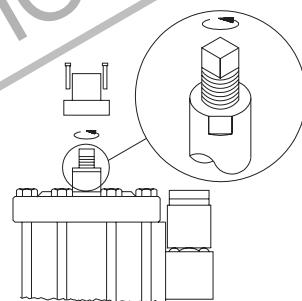

Fig. 8
In case of power loss the GPS valve will close (NC). The valves without forced closing device can be opened by hand, if the cap is removed and the spindle is turned anti-clockwise. To close the valve, turn the spindle clockwise. The spindle must be screwed to the lowest possible position during normal operation (fig. 8).
Spindlen skal være skruet i lavest mulige position under normal drift (fig. 8).
Beim Stromausfall schließt das GPS Ventil (NC). Die Ventile ohne Zwangsverschluß können manuell geöffnet werden, indem die Kappe entfernt und die Spindel entgegen dem Uhrzeigersinn gedreht wird. Um das Ventil zu schließen, muß die Spindel im Uhrzeigersinn gedreht werden. Während Normalbetriebes muß die Spindel bis zur untersten Position eingeschraubt werden (Fig. 8).
En caso de corte de corriente, se cierra la válvula GPS (NC). Las válvulas sin dispositivo de cierre forzado pueden abrirse con la mano, desmontando la caperuza y haciendo girar el vástagos en el sentido contrario a las agujas del reloj. La válvula se cierra girando el vástagos en el sentido de las agujas del reloj. El vástagos debe estar apretado en la posición más baja posible durante el funcionamiento normal (fig. 8).